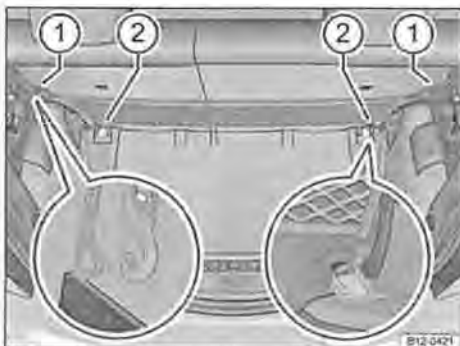

Fig. 99 Bagagliaio: la rete di ancoraggio dei bagagli agganciata dietro lo schienale del divano posteriore
- Far passare i ganci superiori della rete di ancoraggio bagagli attraverso gli occhielli del meccanismo di bloccaggio dello schienale del divano posteriore → fig. 99 ① e agganciarli alle maniglie flessibili della rete di ancoraggio (dettaglio ingrandito) → ⚠.
- Agganciare i ganci inferiori della rete di ancoraggio bagagli nella staffa → fig. 99 ② sul fondo del bagagliaio (dettaglio ingrandito).